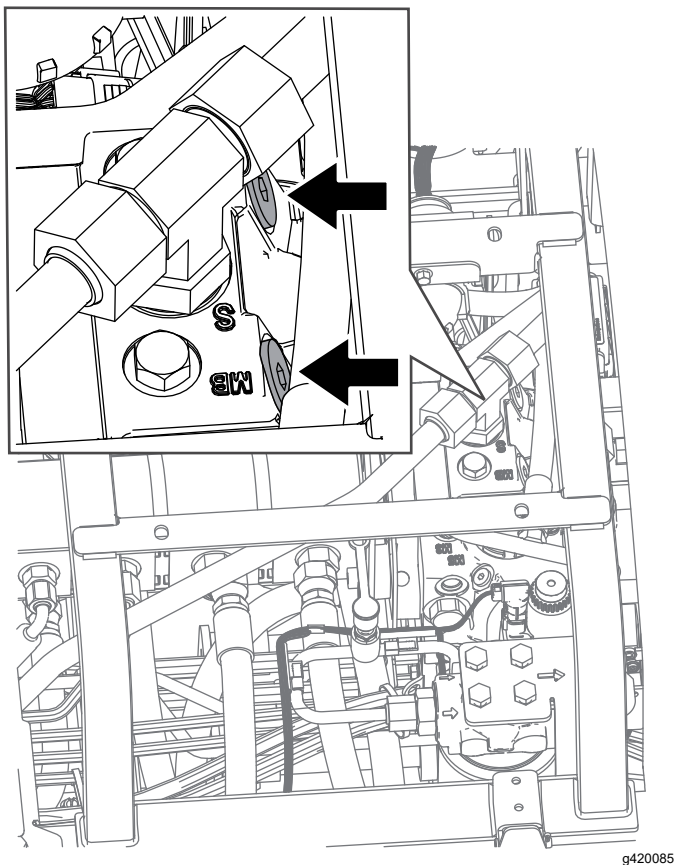

Figura 62
2. Localice las válvulas de desvío, situadas debajo del asiento y encima del hidrostato (Figura 62).